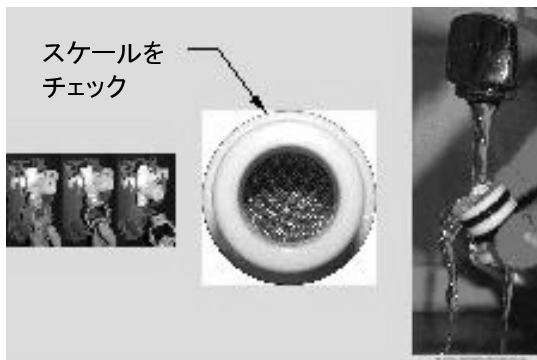

図 8. ノズルのスケールをチェックする / 洗浄
- ノズル (A-ギャップの場合)にスケールがあるかチェックし、ある場合はノズルを交換します。ゴミが詰まっているときは水で洗浄します (図 8 参照)。